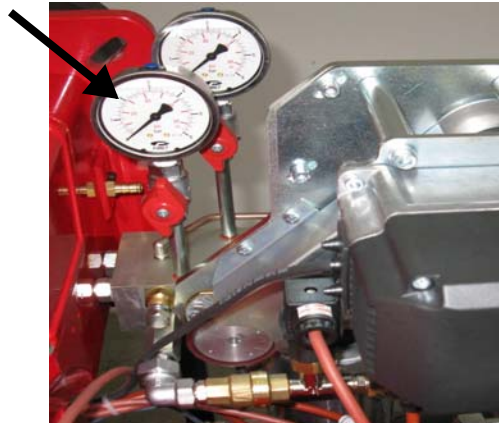

Fig. 17
**ATTENZIONE:** Prima dell'apertura della valvola 16 (vedi schema idraulico bruciatore) , controllare che la pressione sul manometro 47 sia circa 1 bar.(vedi Fig. 17)